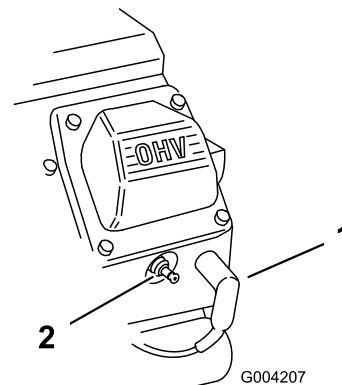

図 153
2. 点火プラグのコードが抜けているのを確認する 図 153。